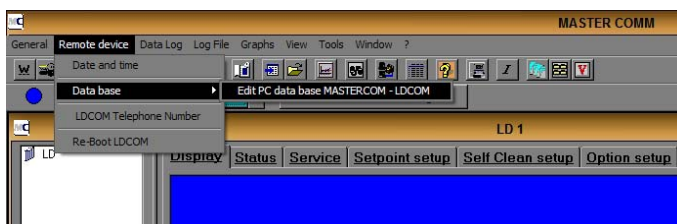

fig. 15
5. Dal menu "Remote Device" selezionare "DataBase" e quindi fare click su "Edit PC Database MasterComm - LDCOM". (fig. 15).